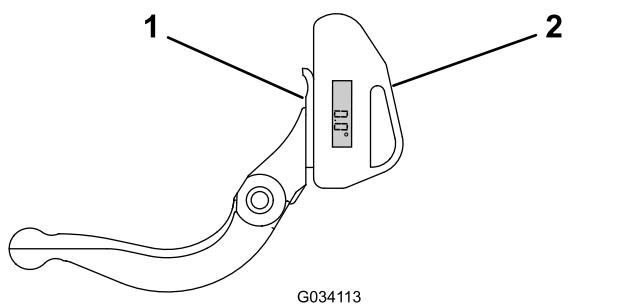

Figure 30
- Placez l'indicateur d'angle sur la face inférieure de la contre-lame, comme montré à la Figure 30.